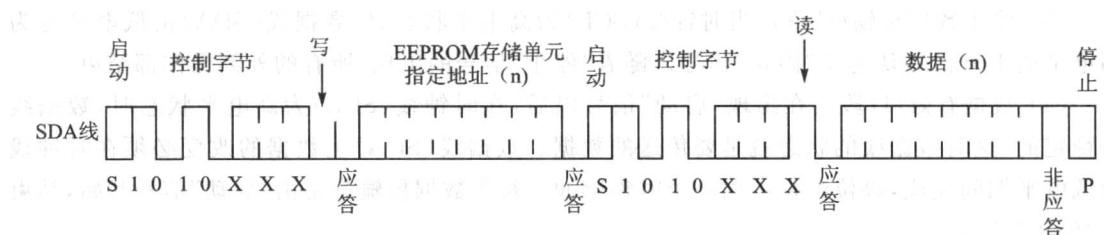

图 16.3 AT24C02/4/8/16 读指定地址存储单元的数据帧格式
(2) 二线制 I²C CMOS 串行 EEPROM 的读操作: 所谓 EEPROM 的读操作是通过读写控制器读取 EEPROM 中指定地址的存储单元中的一个字节数据。串行 EEPROM 的读操作分两步进行: 读写器首先发送一个“启动”信号和控制字节(包括页面地址和写控制位)到 EEPROM, 再通过写操作设置 EEPROM 存储单元地址(注意: 虽然这是读操作, 但需要先写入地址指针的值), 在此期间 EEPROM 会产生必要的应答位。接着读写器重新发送另一个“启动”信号和控制字节(包括页面地址和读控制位 R/W = 1), EEPROM 收到后发出应答信号, 然后, 要寻址存储单元的数据就从 SDA 线上输出。读操作有 3 种: 读当前地址存储单元的数据, 读指定地址存储单元的数据, 读连续存储单元的数据。在这里只介绍读指定地址存储单元数据的操作。读指定地址存储单元数据的帧格式如图 16.3 所示。